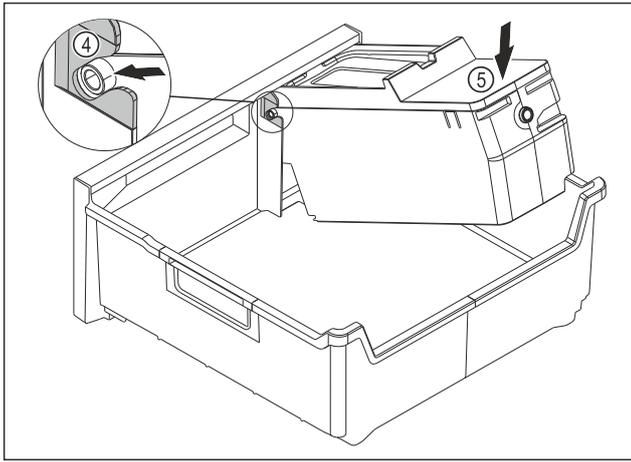

Fig. 116
- ▶ Monter le corps de l'EasyTwist-Ice : Insérer les axes du corps de l'EasyTwist-Ice dans les guides Fig. 116 (4).
- ▶ Appuyer l'arrière du corps de l'EasyTwist-Ice Fig. 116 (5) vers le bas.